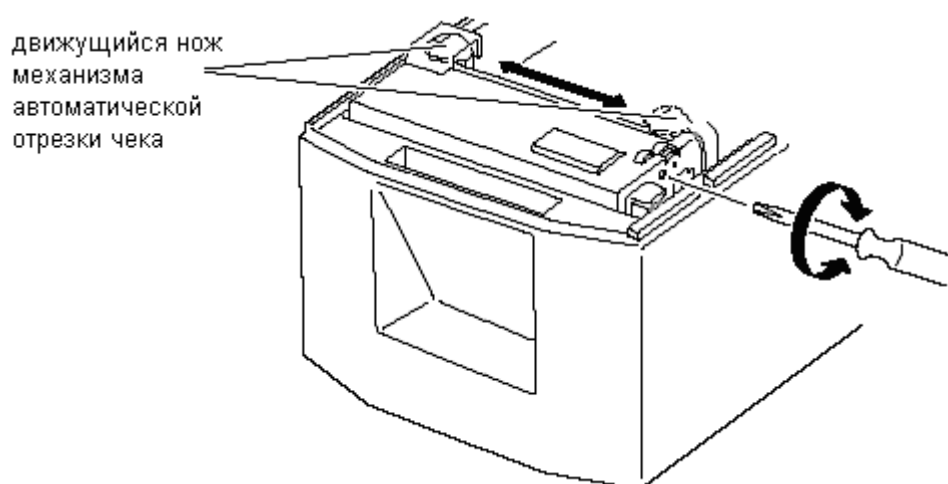

Рисунок 7.15 – Винт регулировки ножа механизма автоматической отрезки чека
7.6.3.5 Если нож механизма автоматической отрезки слишком далеко выступает наружу из щели, верхняя крышка не может открыться. Попытки открыть верхнюю крышку с приложением дополнительного усилия могут привести к повреждению механизма автоматической отрезки чека. В этом случае, для того чтобы открыть верхнюю крышку, следует повернуть винт регулировки ножа механизма автоматической отрезки чека (Рисунок 7.15) с помощью отвертки крестовой и вернуть нож механизма автоматической отрезки чека в исходное положение.